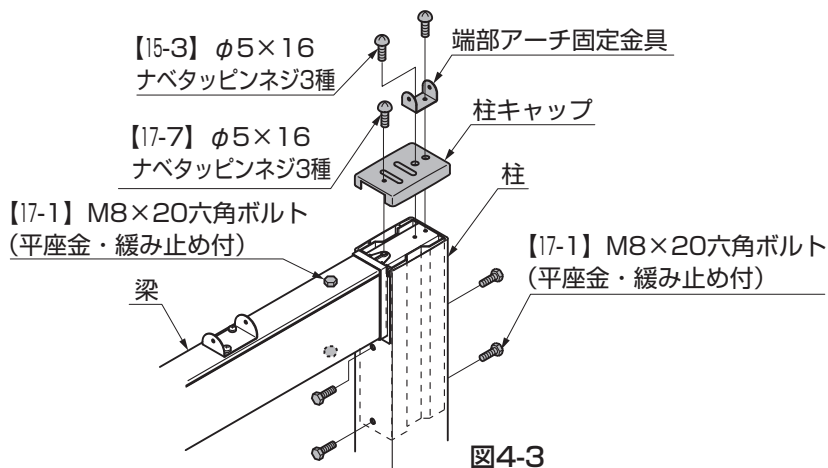

図4-3
② 柱キャップを柱梁カバー (ワイド用) とブラケットに【17-7】で取付けてください。(図4-3参照)
③ 端部アーチ固定金具を【15-3】で柱キャップに取付けてください。(図4-3参照)
④ 柱とブラケットを【17-1】で固定してください。(図4-3参照)
⑤ 梁とブラケットを仮固定している【17-1】を本締めしてください。(図4-3参照)